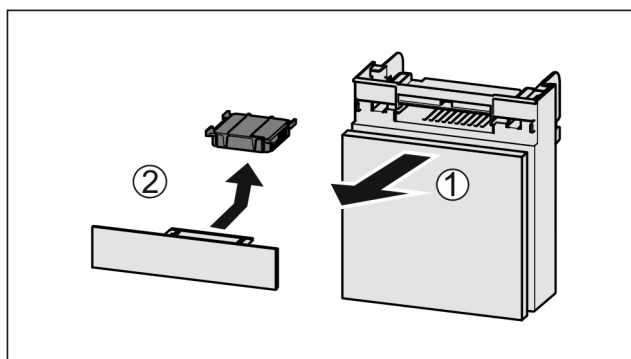

Fig. 86
- ▶ Estrarre il vano tirando in avanti Fig. 86 (1).
- ▶ Rimuovere il filtro a carboni attivi Fig. 86 (2).